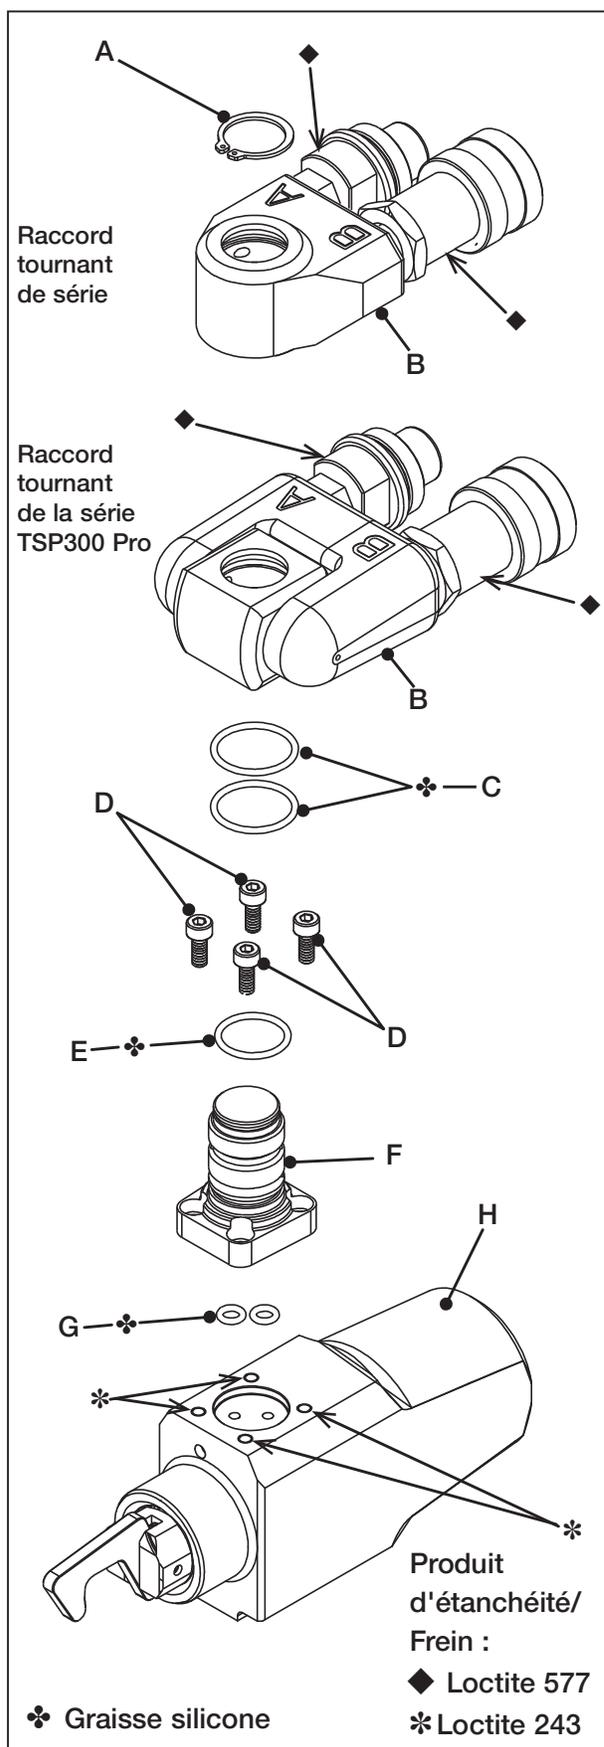

Fig. 16
5.3 Entretien complet du raccord tournant hydraulique et de l'unité de commande (fig. 16, 17 et 19)
- Appliquer une petite quantité de frein à filet Loctite 243 sur les alésages taraudés de l'unité de commande. Voir leur emplacement (*) sur la figure 16.
- Installer deux joints toriques (G) dans les orifices situés à la base du potelet (F).
- Poser le potelet (F) sur l'unité de commande (H) en s'assurant que les orifices hydrauliques sont bien alignés. Veiller à ce que les joints toriques (G) ne tombent pas et ne soient ni coincés ni coupés.
- Installer les vis creuses dégraissées (D) et les serrer comme suit :